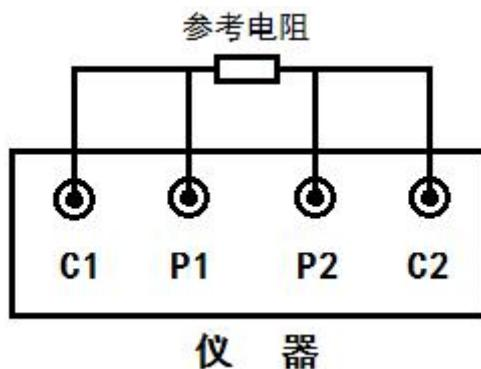

图 13 仪器自检接线图
1、测试时屏幕显示“请关机重启”、“188”、“218”等，应立即关掉电源，按图13接线测量仪器自带的参考电阻，将电流设为1A。如果测量结果为 $2\Omega$ 左右证明仪器无任何问题，如果仍显示“请关机重启”，则证明仪器有问题，必须返厂维修！